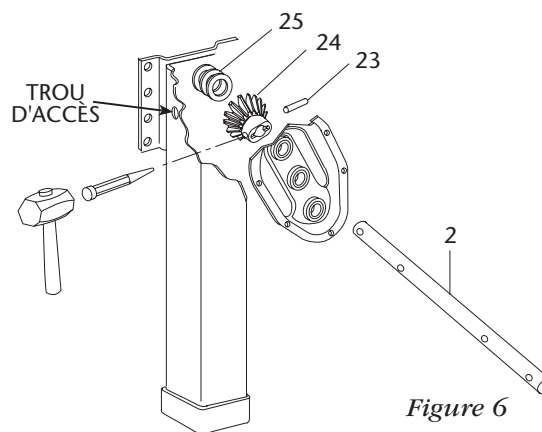

Figure 6
6. Placez un poinçon dans le trou d'accès, alignez-le avec la goupille de rainure du pignon conique (**Article 23**) et chasser la goupille rainurée (voir **Figure 6**).